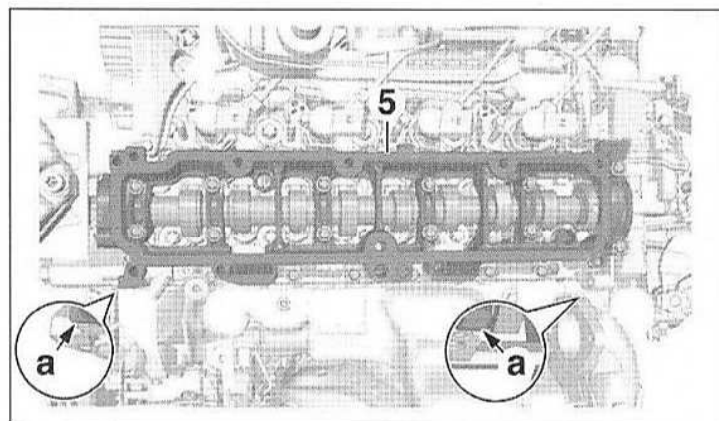

FIG.110
- Décoller le carter-paliers d'arbre à cames en prenant appui sur les zones (a) (Fig.110).
- Déposer le carter-paliers d'arbre à cames (5).